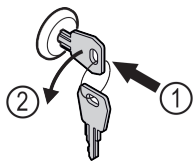

Fig. 170
- ▶ Insérer la clé. *Fig. 170 (1)*
- Fig. 170 (2)*